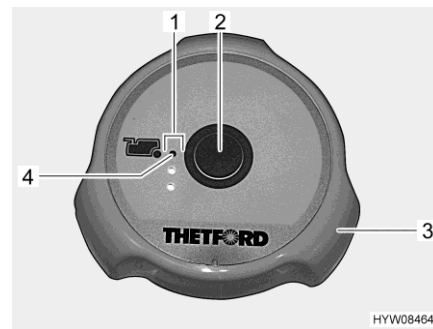

Fig. 111 Botón del inodoro/luces de control (inodoro Thetford)
- Antes del lavado, abrir la corredera del inodoro Thetford. Para ello, girar el tirador giratorio (Fig. 111,3) en sentido contrario a las agujas del reloj.
- Para lavar, pulsar el botón del inodoro azul (Fig. 111,2).
- Tras el lavado, cerrar la corredera. Para ello, girar el tirador giratorio (Fig. 111,3) en sentido de las agujas del reloj.
Las luces de control (Fig. 111,1) indican el nivel de llenado del depósito de aguas fecales. Si está encendida la luz de control roja (Fig. 111,4), deberá vaciarse el depósito de aguas fecales.